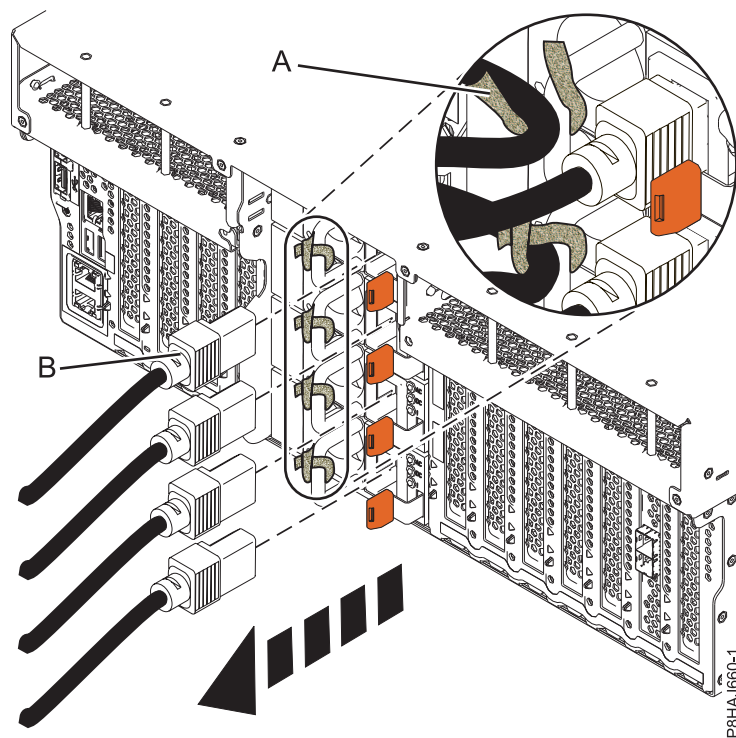
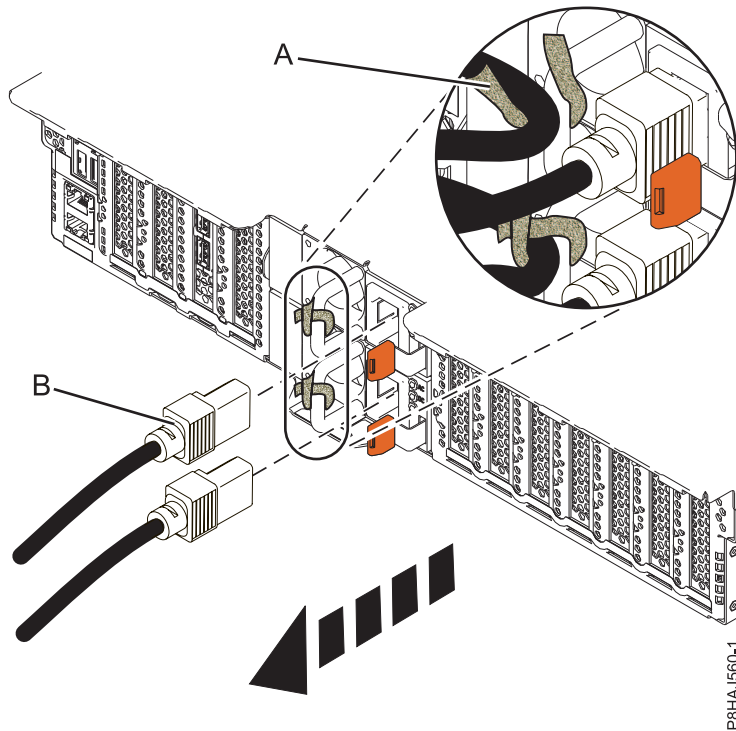
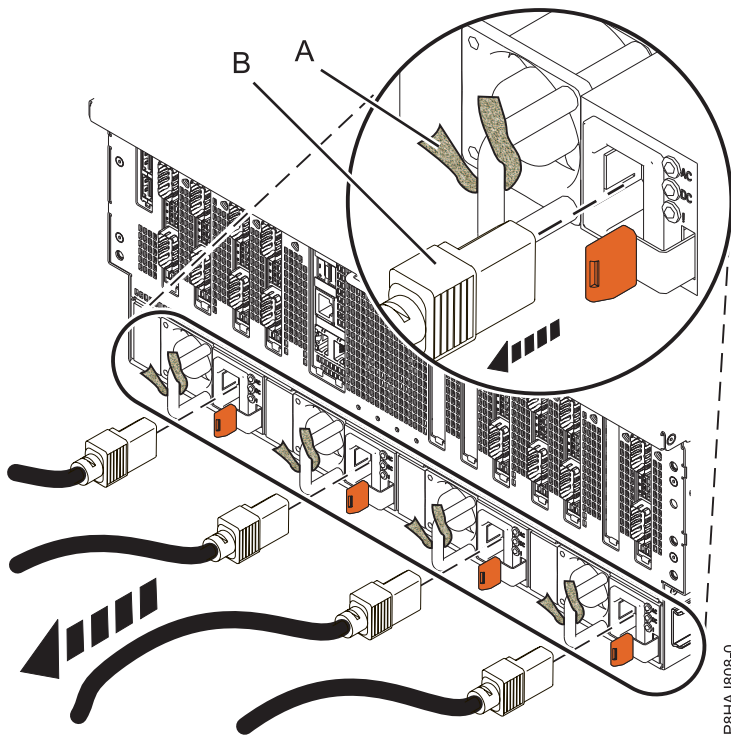

Abbildung 43. Netzkabel abziehen - System vom Typ 8247-42L, 8286-41A oder 8286-42A
Abbildung 44. Netzkabel abziehen - System vom Typ 5148-21L, 5148-22L, 8247-21L, 8247-22L, 8284-21A oder 8284-22A
Abbildung 45. Netzkabel abziehen - System vom Typ 8408-44E oder 8408-E8E
3. Ziehen Sie die Netzkabel (**B**) von der Systemeinheit ab. Siehe Abb. 43 auf Seite 59, Abb. 44 auf Seite 59 oder Abb. 45 auf Seite 60 (je nach Systemtyp).